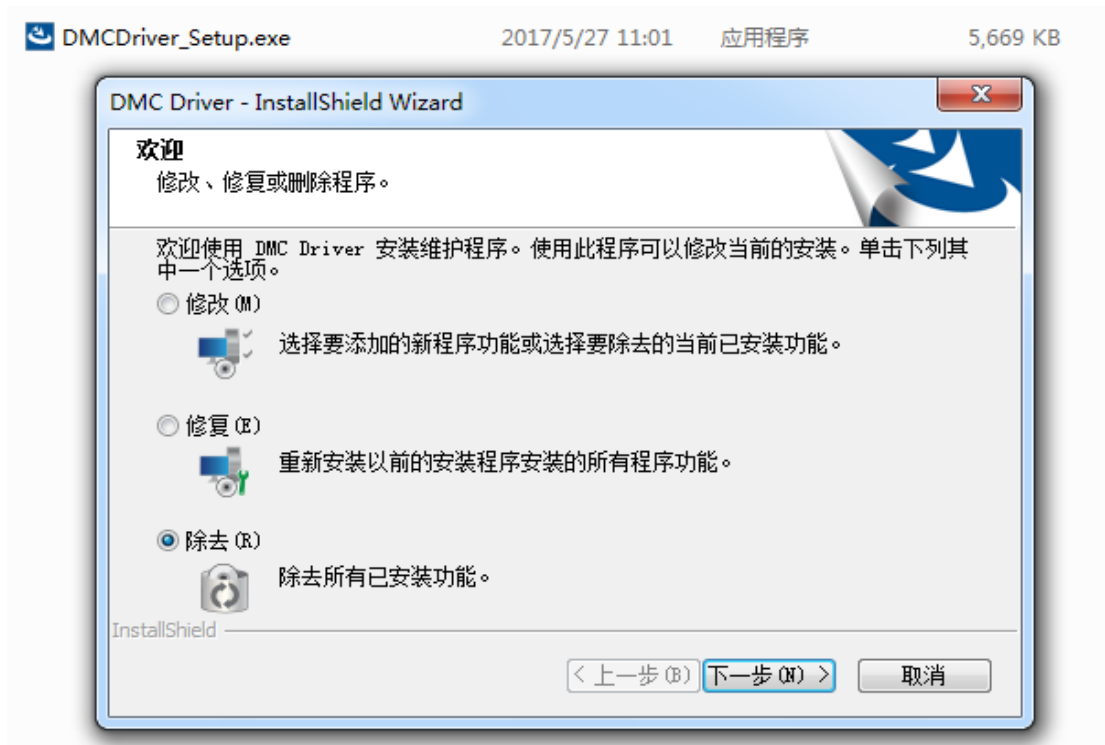

图 4.10 删除驱动选项
1、双击驱动文件 DMCDriver_Setup.exe, 如果出现如图 4.10 所示对话框, 请选择“除去”, 并点击“下一步”。